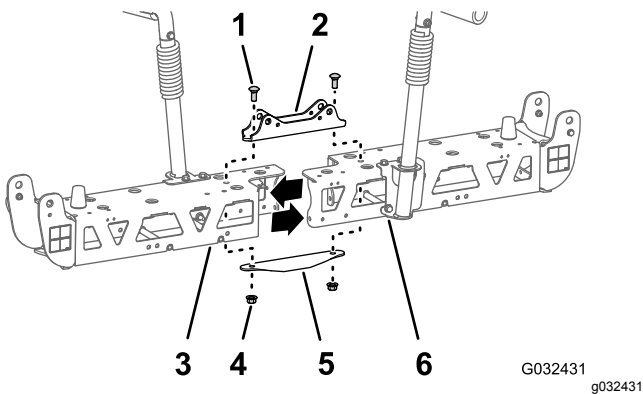

Bild 53
2. Entfernen Sie die zwei Schlossschrauben (1/2" x 1-1/4") und die zwei Sicherungsmuttern (1/2"), mit denen die schmale Zylinderbefestigung, die linken und rechten Trägersrahmen und die schmale Verbindungsplatte befestigt sind (Bild 53).